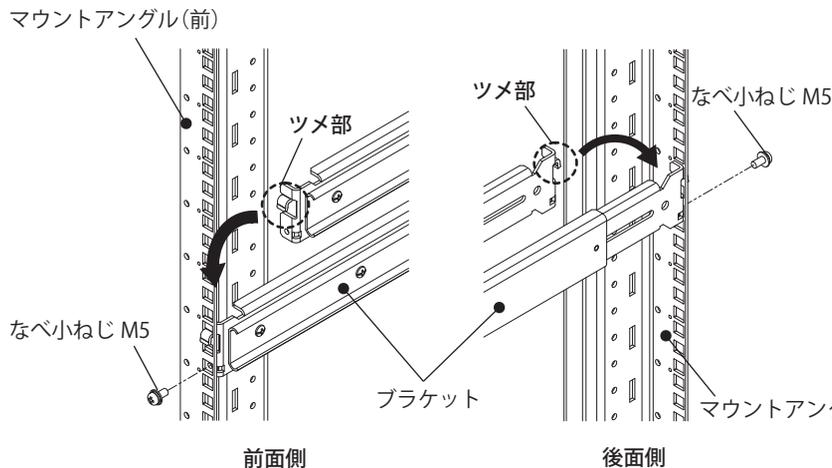

図7
- ①ブラケットの長さを前後マウントアングル間のピッチに調整してください。
- ②ブラケットのツメ部をマウントアングル(前)・(後)の角穴に引掛け、付属のなべ小ねじ M5 にて固定してください。使用する角穴の位置は、取付位置(1Uの高さ)の上側の角穴となります。(図7)